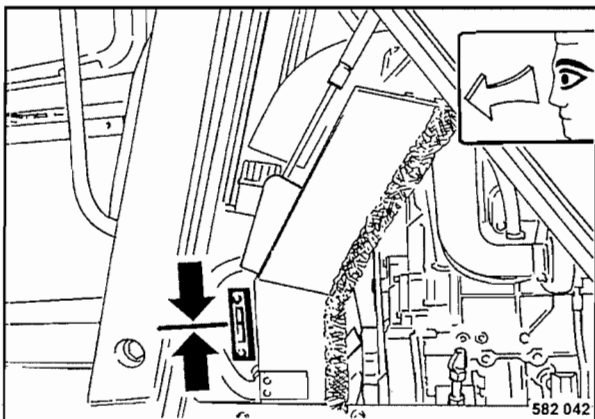

Fig. 59
- Comprobar el nivel del aceite por en cristal de observación (Fig. 59) en el depósito hidráulico.